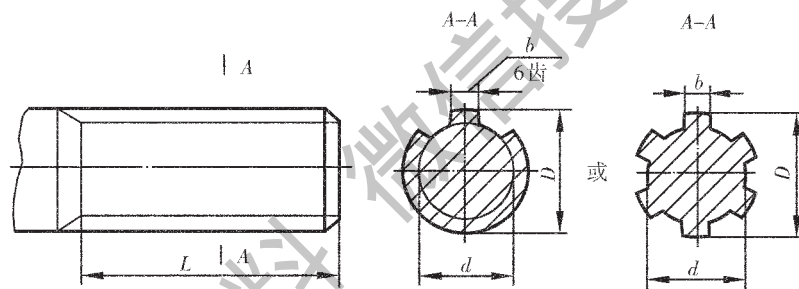
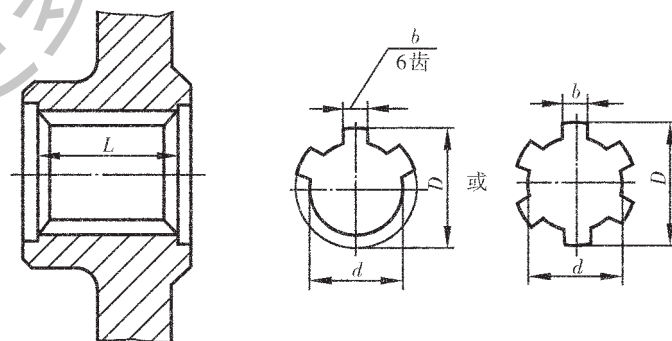

图 1
图 2
1.1.1 外花键：在平行于花键轴线的投影面的视图中，大径用粗实线、小径用细实线绘制，并用剖面画出一部分或全部齿形（图 1）。
1.1.2 内花键：在平行于花键轴线的投影面的剖视图中，大径及小径均用粗实线绘制，并用局部视图画出一部分或全部齿形（图 2）。
1.1.3 花键工作长度的终止端和尾部长度的末端均用细实线绘制，并与轴线垂直，尾部则画成斜线，其倾斜角度一般与轴线成  $30^\circ$ （图 1），必要时，可按实际情况画出。
1.2.1 大径、小径及键宽采用一般尺寸标注时，其注法如图 1、图 2 所示。
- a. 标注工作长度 (图 1、2、5)；